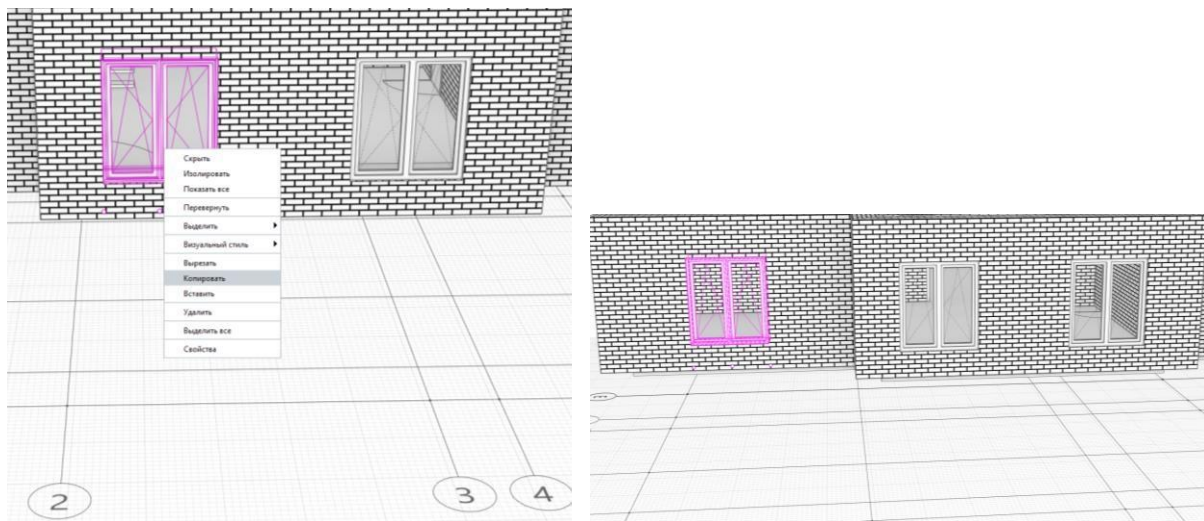

Рис. 5 Добавление окна
11. Добавим окно: выделим окно, как показано на рисунке и щелкнем правой кнопкой мыши – команда **Копировать**. Далее выбираем стену рядом, щелчок правой кнопкой мыши – **Вставить**. В **Параметрах** указать уровень – **2 этаж** (рис. 5)